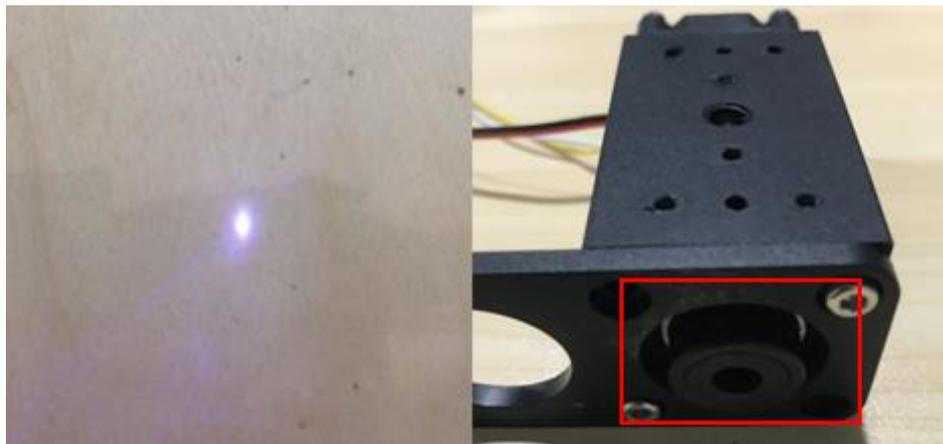

图 6.18 焦距调整
- 如果始终无法聚焦，可能是激光头的焦距过长，我们可以顺时针旋转激光头底部的焦距进行调整（如图 6.18右图旋钮）。